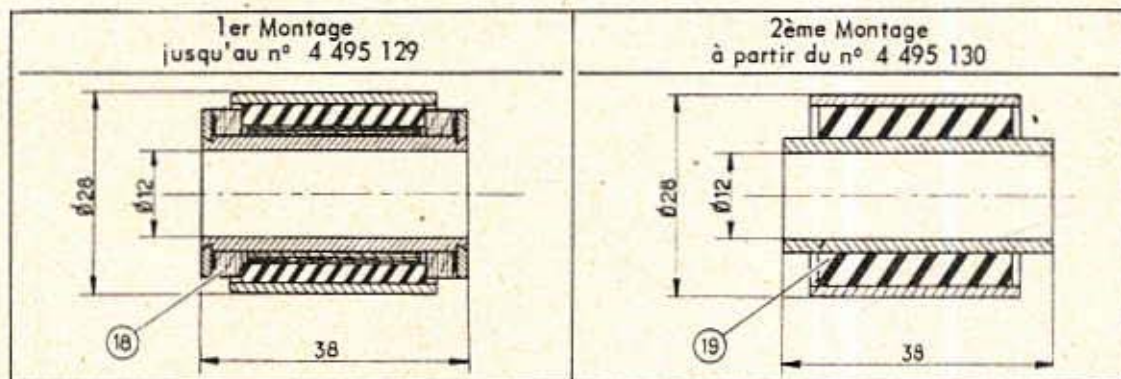

Fig. 67. — Articulations du bras de suspension arrière
Le bras arrière, sur les Cabriolets antérieurs au numéro de série 4.495.130 comportait une articulation Artibloc (18). A partir du numéro précité, un silentbloc (19) semblable à celui de la Berline, mais de diamètre différent (28 au lieu de 25 mm) a remplacé l'« Artibloc » (fig. 67).